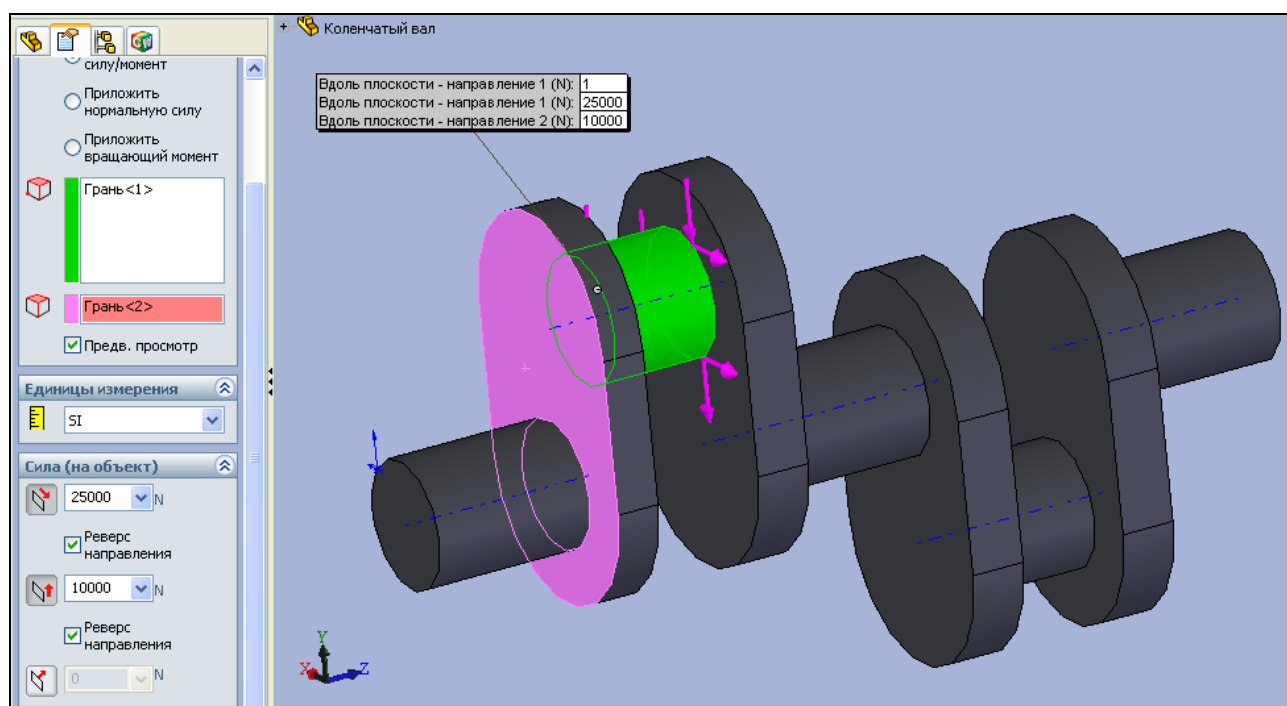

Рис. 7.2. Задание нагрузки на шатунную шейку
4. Теперь перейдем к заданию нагрузок. Зададим нагрузку на шатунные шейки коленчатого вала со стороны шатуна. Эту силу необходимо взять из динамического расчета КШМ. Для удобства задания суммарную силу S , действующую от шатуна на шатунную шейку коленчатого вала, рекомендуется разложить на две силы – тангенциальную силу T и силу, действующую вдоль кривошипа, K . Обе эти силы также нужно взять из динамического расчета КШМ. Для задания сил нажмите на кнопку  — **Сила** в панели инструментов **COSMOSWorks** – **Нагрузки** или пройдите путь в главном меню **COSMOSWorks** | **Нагрузки/Ограничение** | **Сила**. Откроется диалоговое окно **Сила**, показанное на рис. 7.2.
Сначала установите переключатель в положение **Приложить силу/момент**, затем щелкните мышью в области **Грани, Кромки, Вершины** для силы  и далее укажите поверхность первой шатунной шейки (**Грань<1>**) (см. рис. 7.2). Далее щелкните мышью в области **Грань, Кромка, Плоскость, Оси** для **направления** и затем укажите боковую поверхность щеки (**Грань<2>**). В диалоговом окне **Сила** откроется вкладка **Сила (на объект)**. В этой вкладке щелкните на кнопке  — **Вдоль плоскости-направление 1** и в окне задайте